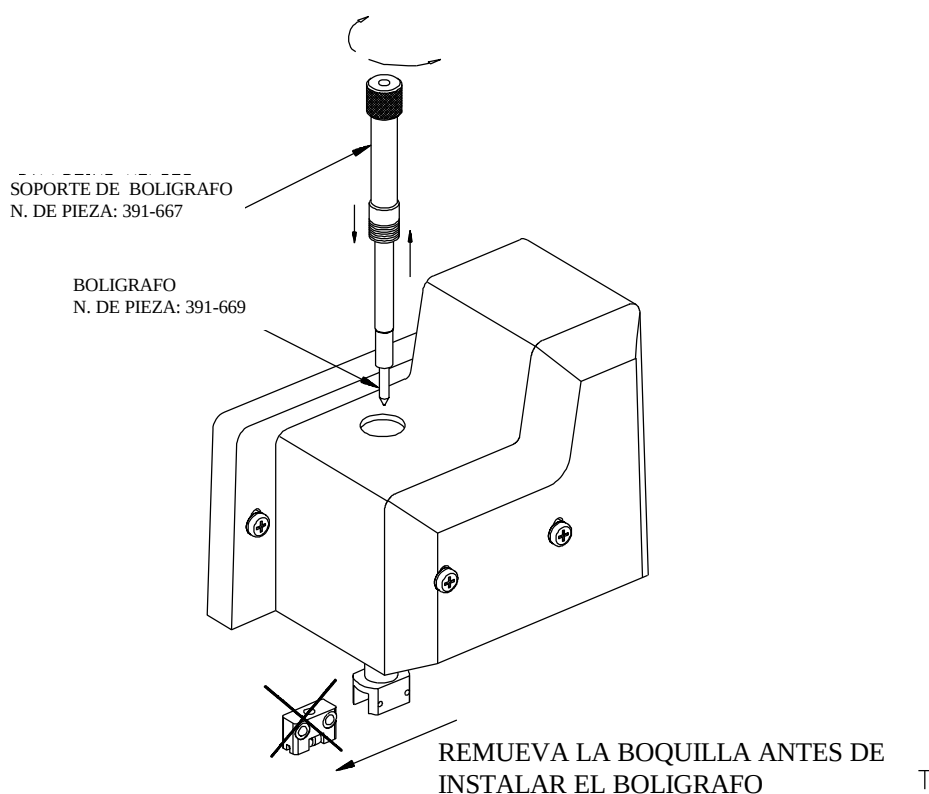

FIGURA 1-14 :
4. Instale el bolígrafo tal y como se muestra en la figura 1-14. Inserte el soporte de bolígrafo lo más profundo posible haciéndolo girar en el sentido de las agujas del reloj, mientras con la otra mano, sujeta la boquilla en su sitio.